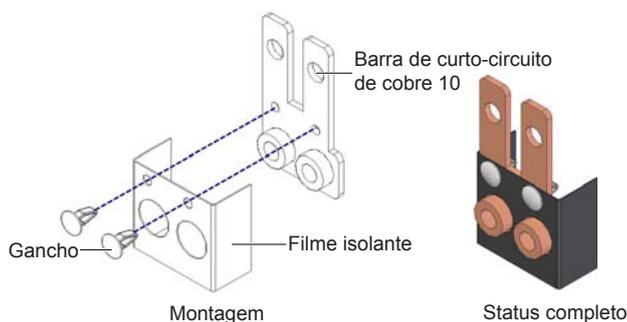

Figura 2-16 Cola do Filme isolante na barra de curto-circuito de cobre 10
5. Como mostra a Figura 2-16, cole o filme isolante (acessório)na barra de curto-circuito de cobre 10 e insira os ganchos nos furos correspondentes na barra de curto-circuito de cobre 10.
5. Como mostra a Figura 2-16, cole o filme isolante (acessório) na barra de curto-circuito de cobre 10 e insira os ganchos nos furos correspondentes da barra de curto-circuito de cobre 10.